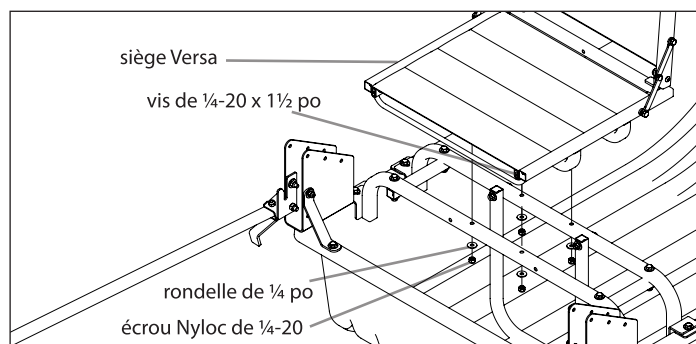

FIGURE 5
8. Pour attacher l'ensemble siège-pivot assemblé à l'étape 7 au rail de siège (14818), utiliser la visserie restante trouvée dans le sachet de petites pièces (15752) – quatre (4) vis de ¼-20 x 1-1/2 po, huit (8) rondelles de ¼ po et quatre (4) écrous Nyloc de ¼-20. **VOIR FIGURE 5**